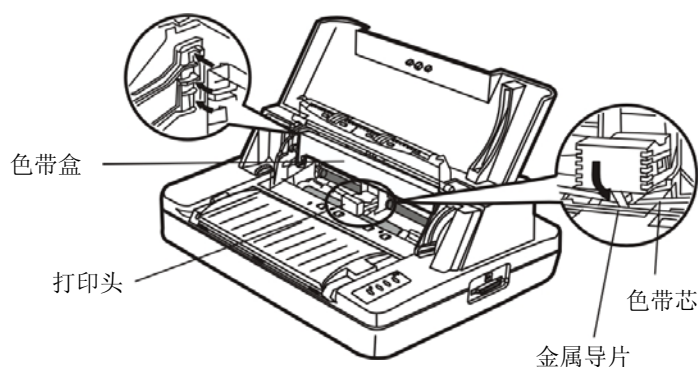

图 2-8 安装色带
7. 如图 2-8 所示，抓住色带盒的两边，使色带盒两边的卡扣对准打印机两侧的安装槽，稍用力向前推进，直到完全卡到住（发出咔嚓一声）。